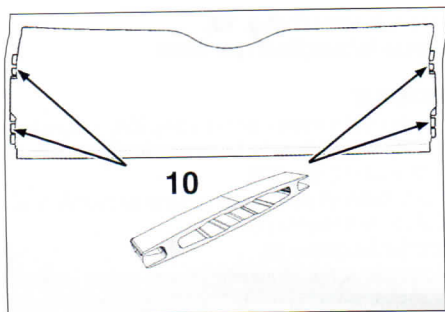

FIG. 71
- antes del montaje de las trampillas, asegurarse de la presencia y del buen estado de los patines de guía (10) (fig. 71)
- comprobar el posicionado correcto de los cables (9). Colocar la trampilla (7).